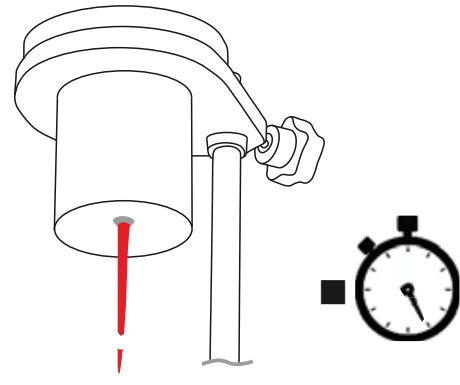

Bild 5
- 8 Beobachten Sie das Auslaufen der Flüssigkeit und stoppen Sie die Stoppuhr^a in dem Moment, in dem der Fluss zum ersten Mal unterbrochen wird (Bild 5).